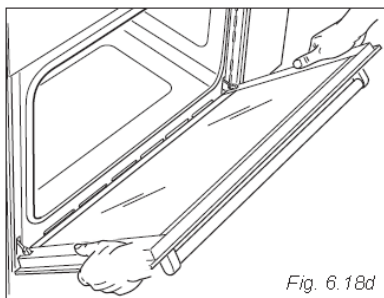

Fig. 6.18d
- ☞ Segure a porta como mostrado na fig. 6.18d.